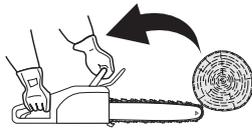

Fig. 32
Dans certains cas, un contact de la pointe (4) peut entraîner une réaction inverse inattendue en projetant la barre de guidage vers le haut et vers l'opérateur (Fig. 32 - 34).